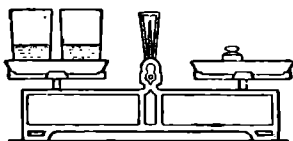
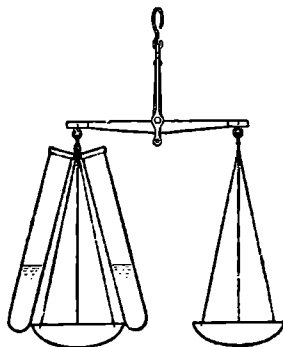

Рис. 46. Два стакана с растворами, уравновешенные на весах.
Рис. 47. Пробирки с растворами на аптечных весах.
■ **Опыт 1.** Уравновесьте на весах два стаканчика с различными растворами, выданными преподавателем. Стаканчики удобно поместить на весы с плоскими чашками (рис. 46), если их имеется достаточно. Если таких весов нет или нехватает на все звенья, то растворы можно взять в пробирках. Две пробирки связываются веревочкой и вешаются на аптечные весы на провололочном крючке (рис. 47).